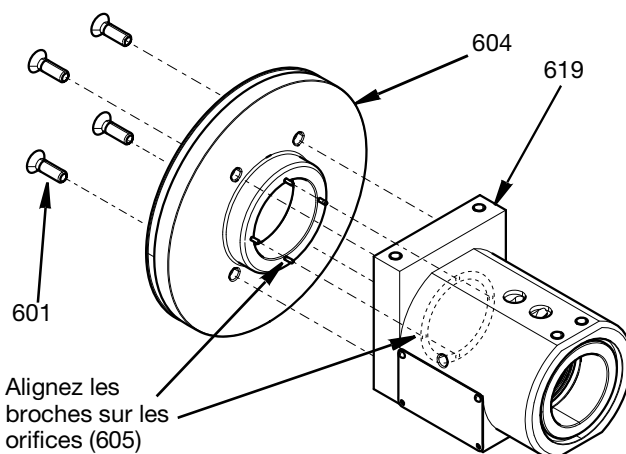

FIG. 23
3. Raccordez le boîtier du palier (604) au boîtier pivotant (619) à l'aide de quatre vis M5 (601). Serrez au couple de 29,2 po-lb (3,3 N•m). Notez que les quatre broches du boîtier du palier s'alignent et s'emboîtent dans les quatre orifices de l'adaptateur de la bague du distributeur d'air (605). Voir FIG. 23.